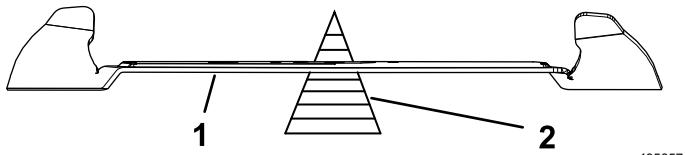

Figura 90
2. Verifique el equilibrio de la cuchilla colocándola sobre un equilibrador de cuchillas (Figura 90).
Nota: Si la cuchilla no está equilibrada, rebaje algo el metal en el extremo más pesado de la vela solamente (Figura 90).